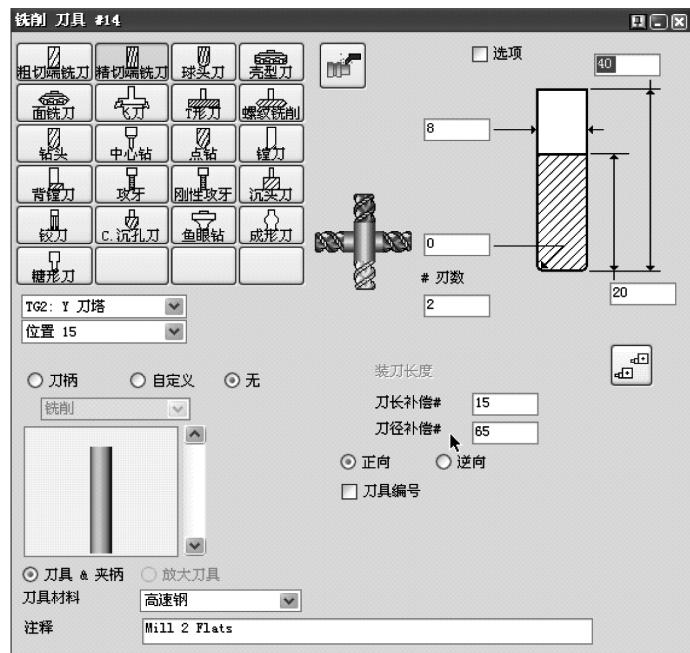

图 5-57 铣削刀具#14
15) 在#14 位置创建铣削刀具, 如图 5-57 所示。